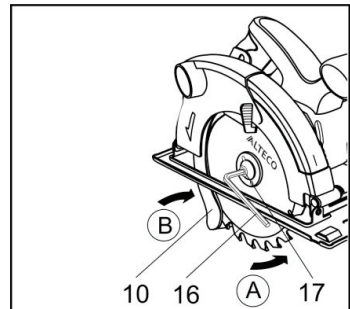

Рис. 2
- Для демонтажа пильного диска необходимо положить циркулярную пилу на торцовую часть корпуса двигателя. Нажмите кнопку блокировки шпинделя (21), держите её нажатой.
- Открутите зажимной винт (17) с помощью шестигранного ключа (16), вращая шестигранный ключ в направлении А, показанном на рис. 2.
- Отодвиньте нижний защитный кожух (10), зафиксируйте его в полностью открытом положении.
- Снимите прижимной фланец (18), затем снимите пильный диск со шпинделя (20).
- Установите опорный фланец (19) на шпindel (20).
- Установите прижимной фланец (18). Нажмите кнопку блокировки шпинделя (21), держите её нажатой, закрутите зажимной винт с помощью шестигранного ключа (16), вращая шестигранный ключ в направлении В, показанном на рис. 2.